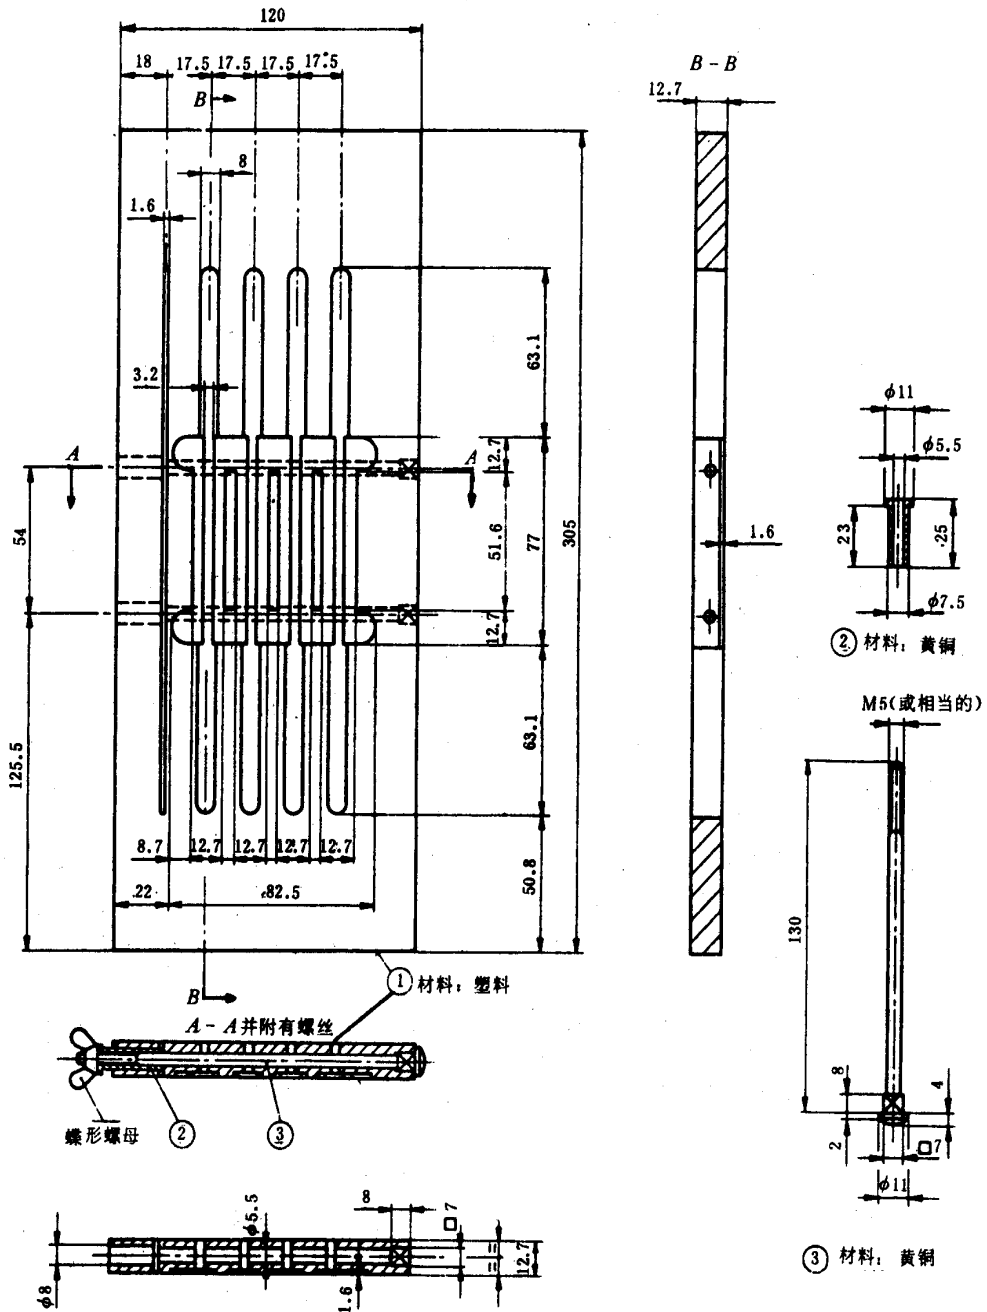

图 2 多用夹钳
**2.1.4 磨片夹钳或夹具：**供磨片时牢固地夹住铜片而不损坏边缘用。只要能夹紧铜片，并使要磨光的铜片表面能高出夹具表面的任何形式的夹具都可以使用。夹具的详细尺寸见图2。